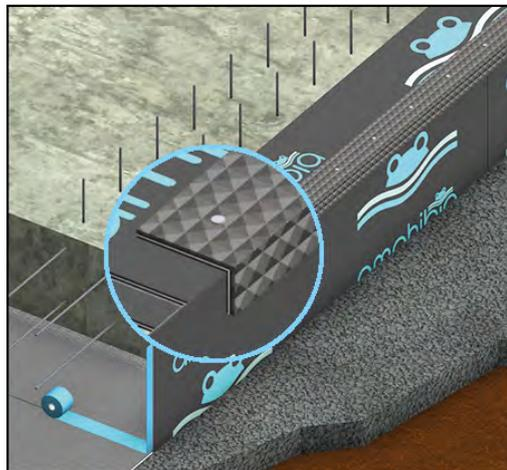

FIG. 3
- **PRE-GETTO (Per murature in elevazione da realizzare con posa entro i casseri):** stendere una fascia di AMPHIBIA 3000 sul dado di fondazione, fino al limite esterno della parete in c.a. che si andrà a realizzare, raccordandolo con l'eventuale AMPHIBIA 3000 GRIP proveniente dalla platea utilizzando lo specifico profilo angolare AMPHIBIA PRESSURE CORNER 90° (Fig. 3).